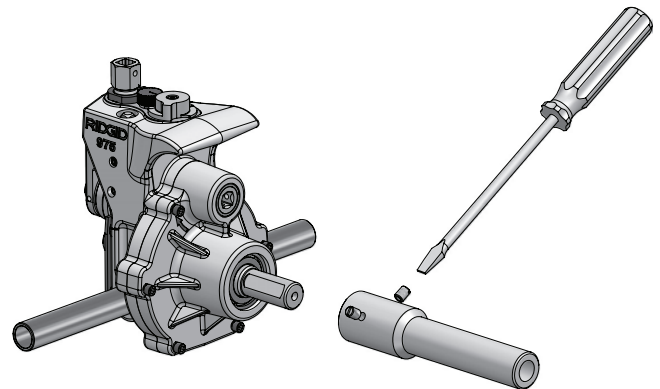

Figure 4 – Installation de l'adaptateur d'arbre de transmission
- Montez l'adaptateur d'arbre de transmission sur l'arbre de la rainureuse (Figure 4). Serrez ses vis de blocage à fond contre les plats de l'arbre de la rainureuse.